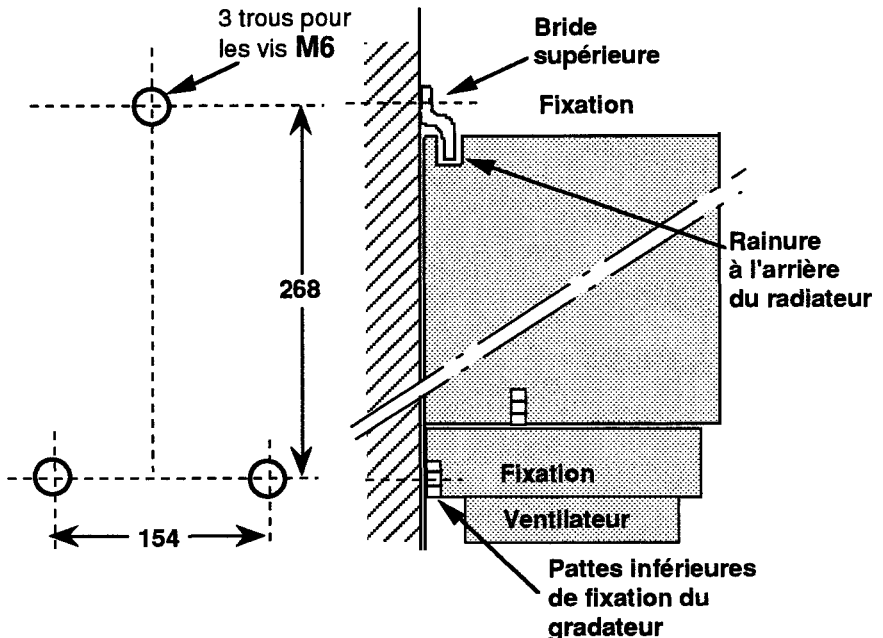

Figure 2.3. Cotes de perçage et position de fixation d'un gradateur ventilé
- b. Installer les deux vis M6 inférieures dans l'armoire en respectant les cotes de perçage (fig.2.3).